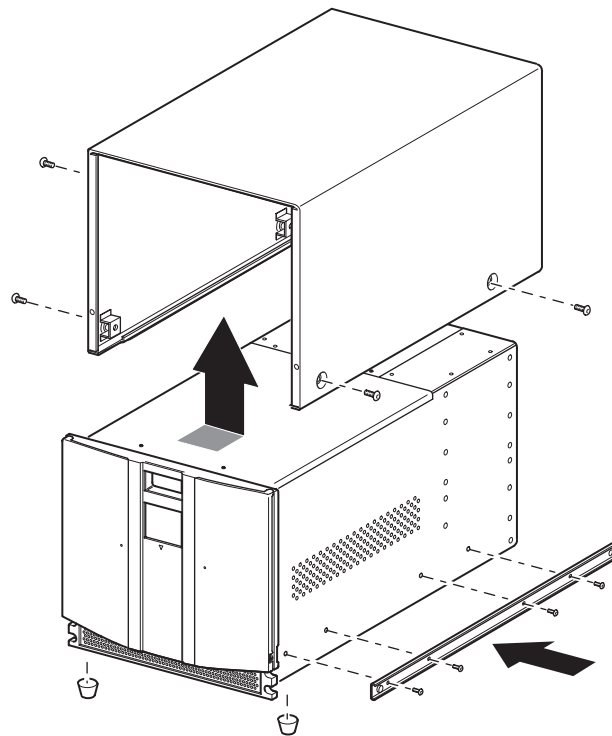

図 11: テーブルトップ型モデルの変換図（図では4ドライブモデルを示しています）
1. ライブラリに付属のテンプレートを使用して、ハードウェアを設置する位置の印をラックエンクロージャのマウンティング レールに付けます (図 11) を参照)。テンプレートの両側の黒い点は、ラックの U 単位の最上部を示します。